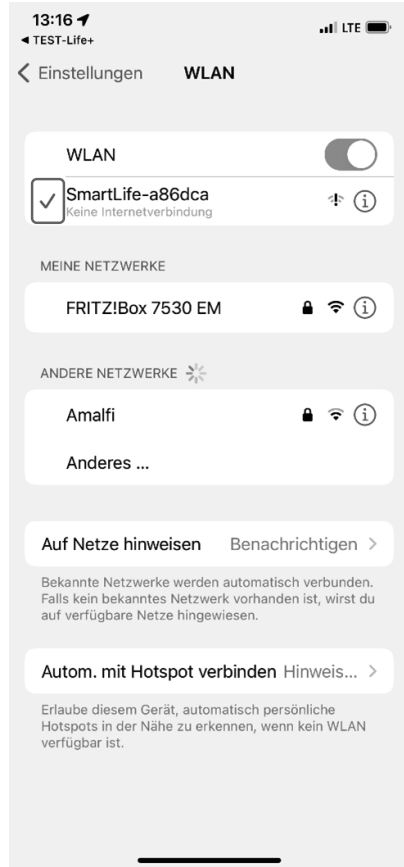

Abb. 10
- ▶ Warten Sie, bis die Verbindung aufgebaut ist (in der Regel durch einen Haken neben dem Netzwerknamen gekennzeichnet, **s. Abb. 10**).